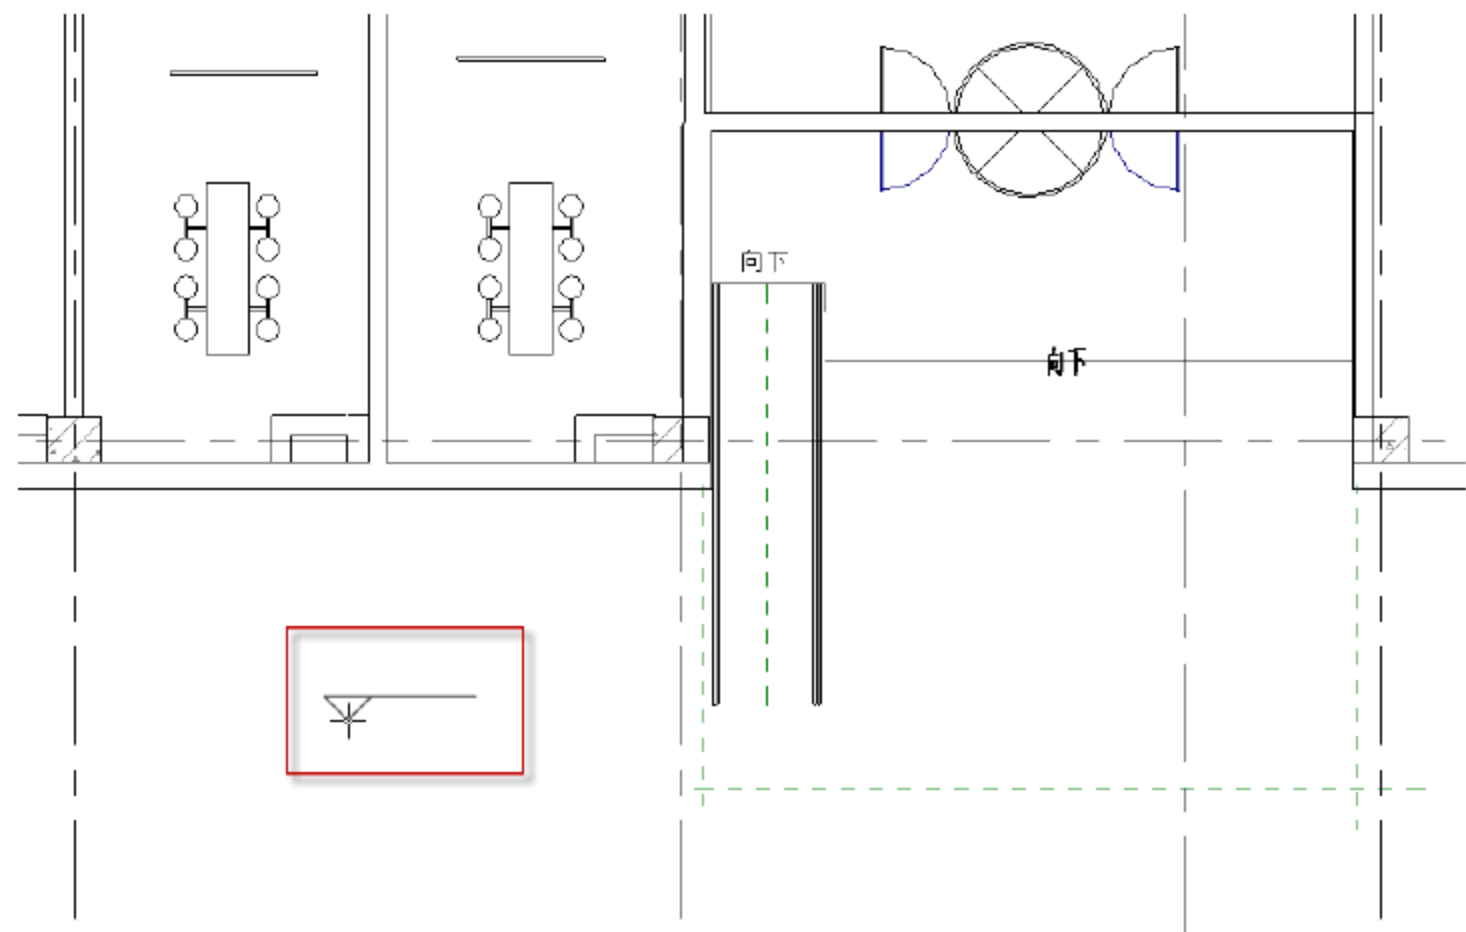
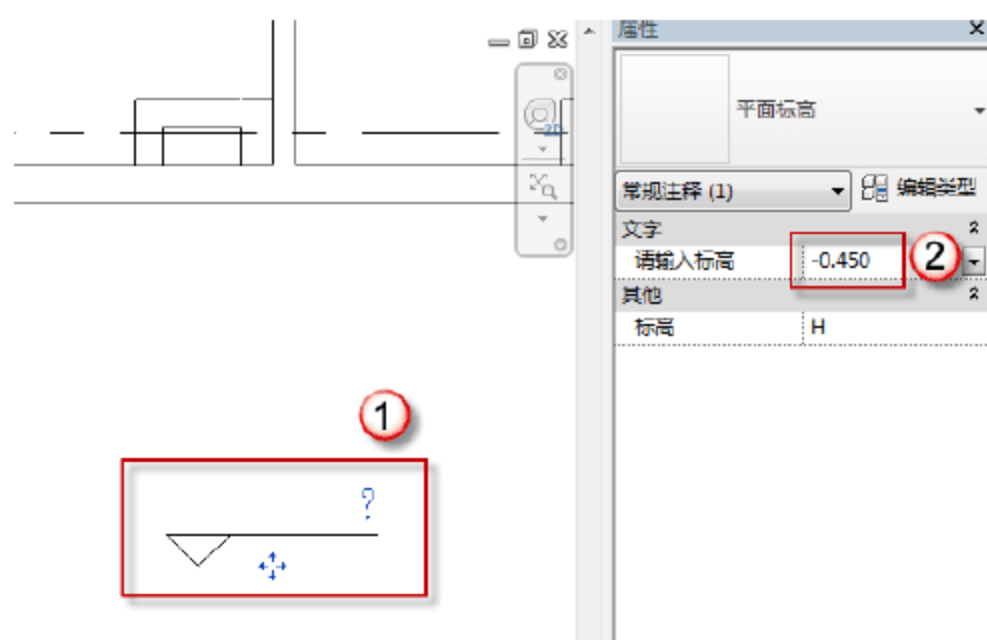
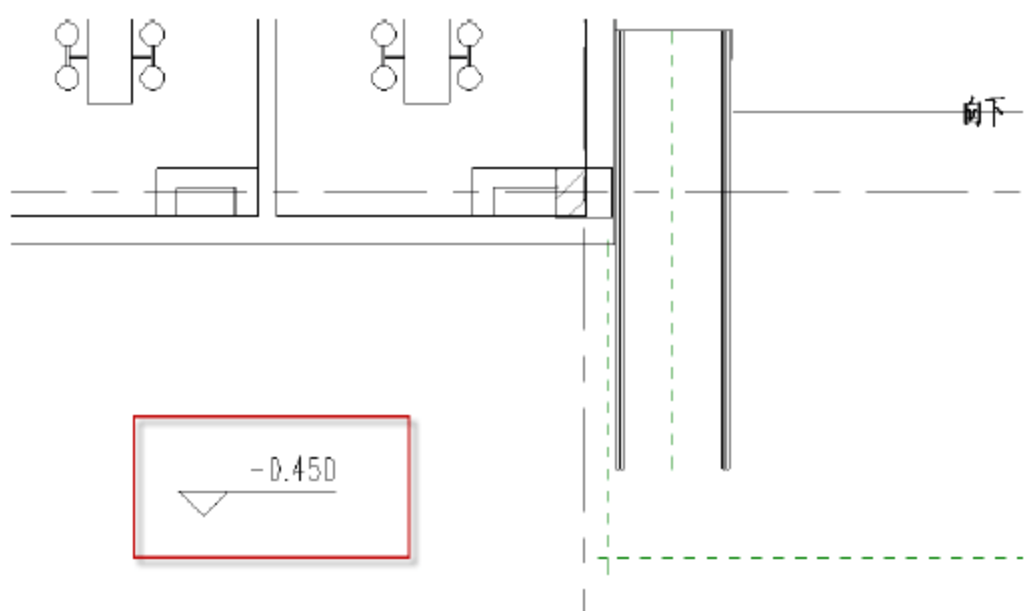

图 13.1.8 放置标高符号
图 13.1.9 输入标高数值
图 13.1.10 室外地坪标高
(6) 平面标高标注。选择“注释”→“符号”命令，在建筑室外放置刚载入的标高符号，如图 13.1.8 所示。选择放入的标高符号，在“属性”面板的“请输入标高”栏中输入“-0.450”字样，如图 13.1.9 所示，完成后如图 13.1.10 所示。这个“-0.450”就是室内地坪的标高。